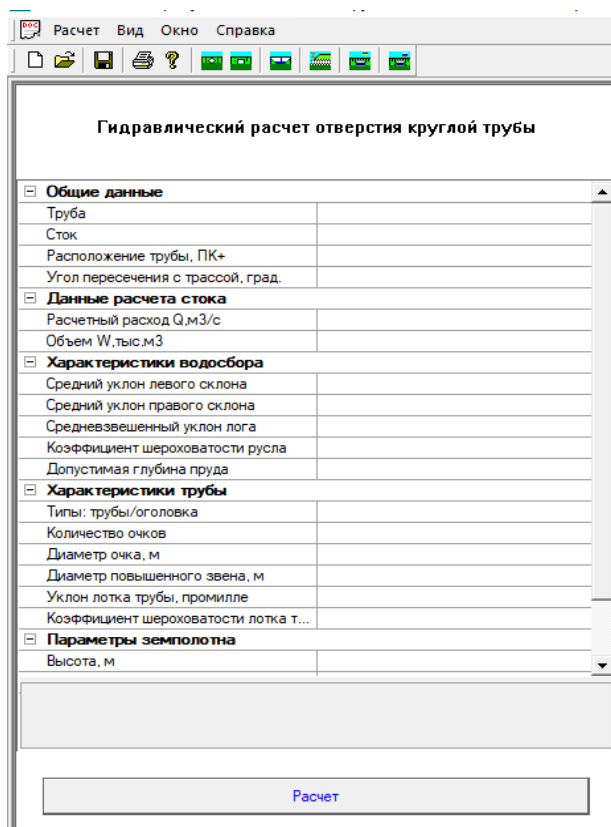
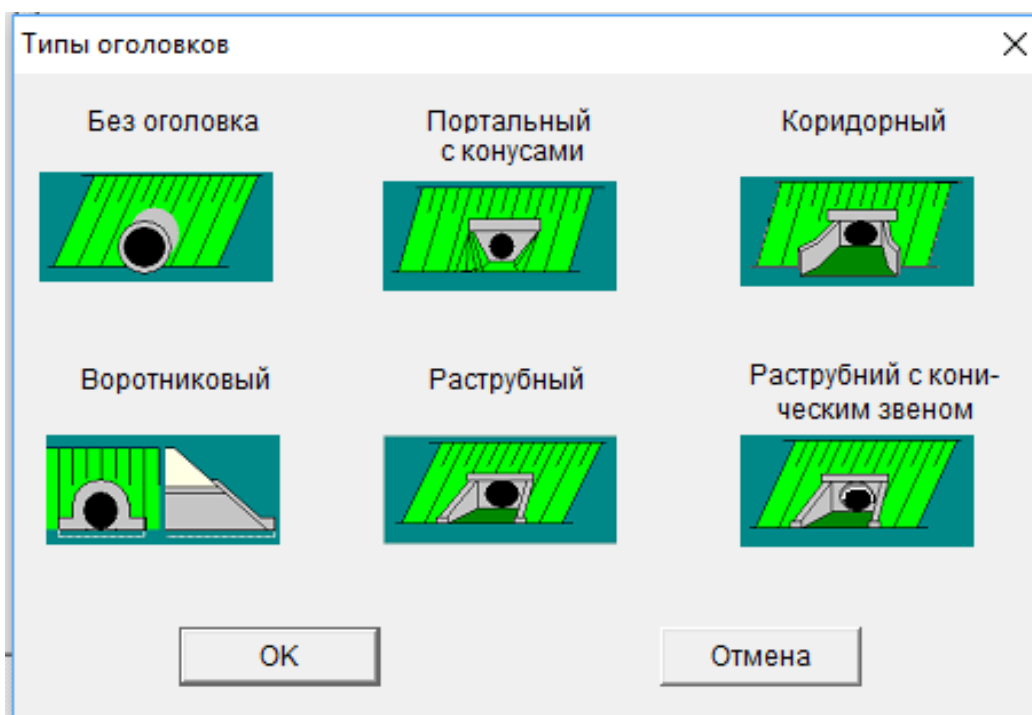

Рис.12.2. Пример ввода общих данных
Рис.12.3. Выбор проектируемого типа трубы и оголовка
3. Введите необходимые общие исходные данные, заполняя поля ввода соответствующих характеристик (рис. 12.2). В поле РАСПОЛОЖЕНИЕ ТРУБЫ, ПК+ подгрузите файл с необходимым расчетом талого или дождевого стока
4. Укажите такие характеристики проектируемой трубы, как диаметр и количество очков, диаметр повышенного звена и т. д. (см. рис. 12.2). Для выбора типа трубы и конструкции оголовка обратитесь к кнопке ТИП: ТРУБЫ – ОГОЛОВКА и выберите необходимые параметры (рис. 12.3).